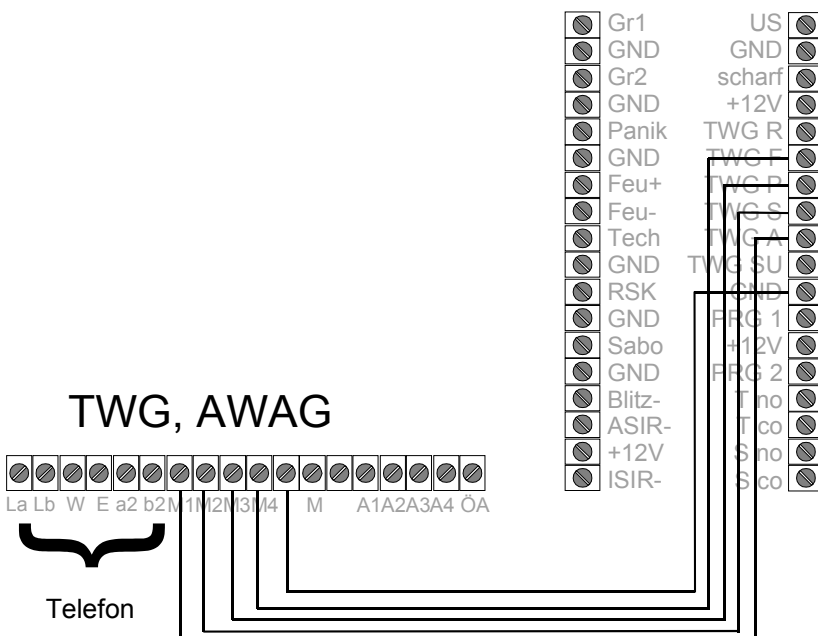

Bild 53: Anschluss des Telefonwählgerätes AWAG im Normalbetrieb
1. Schließen Sie die Verbindungsleitung (z.B. IY(St)Y 4 x 2 x 0,6 mm) gemäß Bild 53 an.